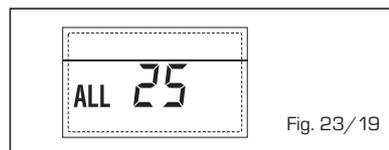

Fig. 23/19
- **ANOMALIE PANNE SONDE CHAUFFE-EAU SOLAIRE S3 "ALL 26"** (fig. 23/20)